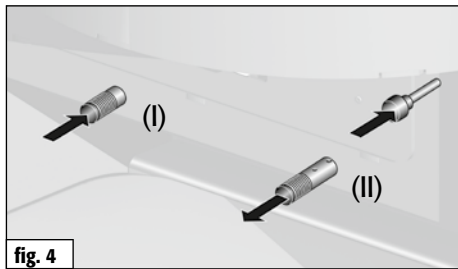

fig. 4
Primaire lucht en secundaire lucht instellen	Schuif voor primaire lucht (I) sluiten. Zet de schuif van de secundaire lucht (II) op markering 2-3. (fig. 4)